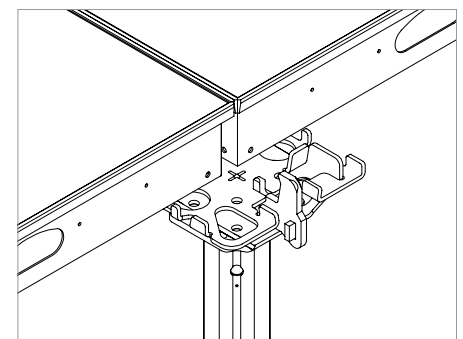

Fig. A5.14a
- Lorsque la compensations \leq porte-à-faux (Fig. A5.14a)